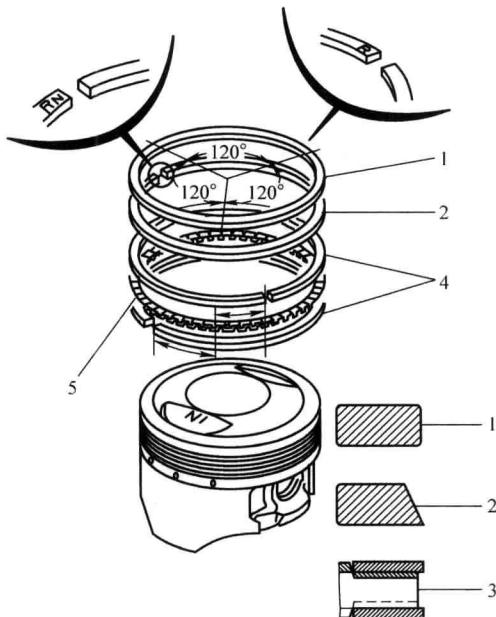

图 1-14 四冲程发动机活塞环的安装
**注意：**安装四冲程发动机活塞环时，活塞环有标记的一面应朝上安装，且装好后活塞环能自由转动。第一道环（顶环）和第二道环（第二环）不能互相错装，一般第一道环经镀铬处理后呈白色，第二环未经电镀处理而呈黑色，但也有例外。活塞环的开口相距隔开  $120^{\circ}$ ，油环上、下刮片的开口应分别与衬环错开  $20\text{mm}$  以上（图 1-14）。